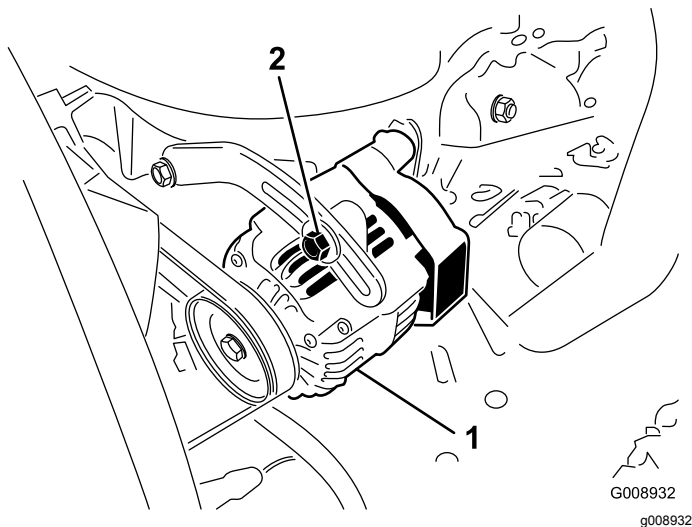

Figura 45
2. Si la desviación no es de 10 mm, afloje los pernos de montaje del alternador (Figura 45).